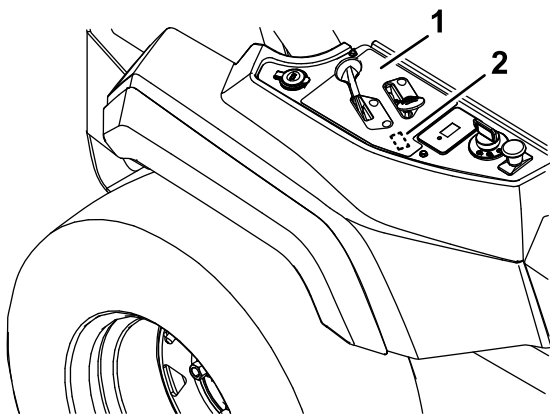

Figura 4
6. Usando il quadro di comando come guida, tagliate con attenzione l'apertura dell'interruttore nell'adesivo dell'acceleratore/dello starter (Figura 4).